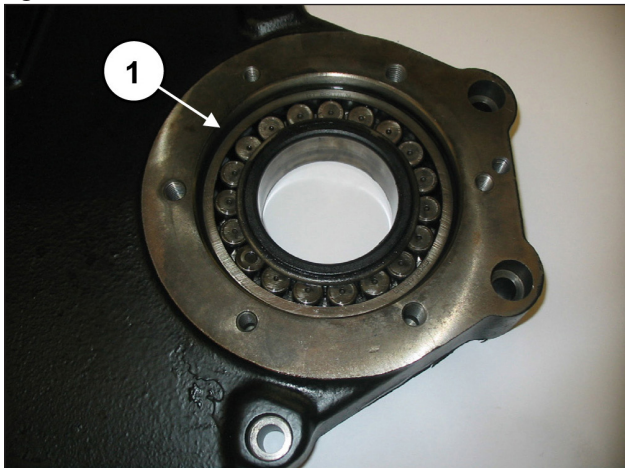

Fig. 66
Monter le coussinet sur le couvercle du réducteur (rep. ①, Fig. 66).